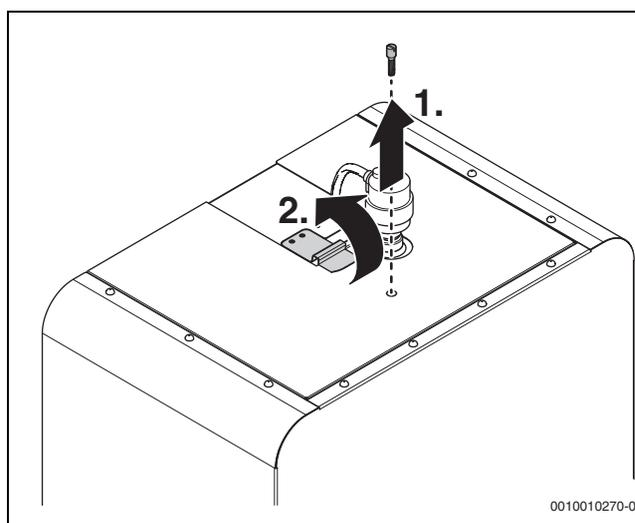

Fig. 7 Détacher les ressorts d'arrêt
- Détacher le ressort d'arrêt dans la partie supérieure du carénage (→ fig. 7).